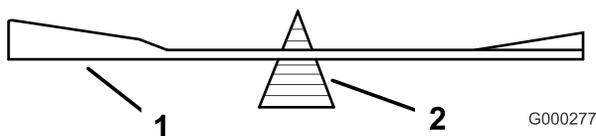

Figure 93
2. Vérifiez l'équilibre de la lame en la plaçant sur un équilibreur (Figure 93).
3. Si la lame est déséquilibrée, limez un peu l'extrémité de la partie relevée seulement (Figure 93).